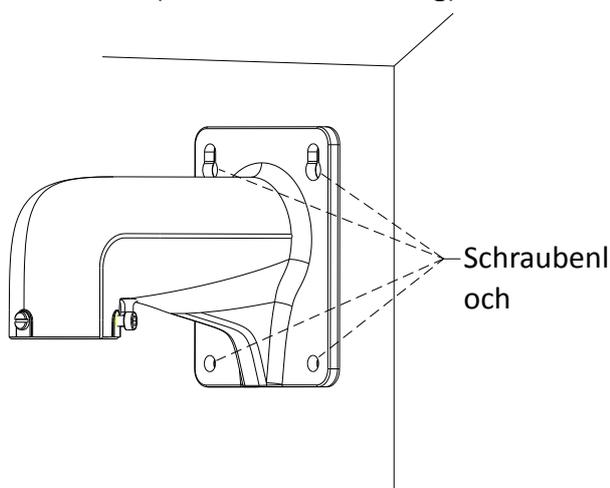

Abbildung 3-1 Wandhalterung
1. Bohren Sie die Schraubenlöcher (siehe Abbildung 3-1).